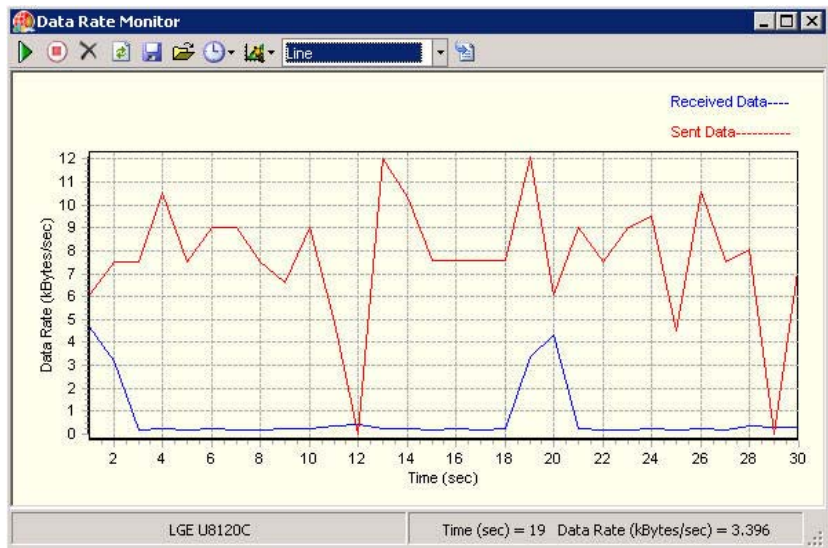

図5： FTPダウンロードとFTPアップロードと同時に実行した場合のデータ・レートのモニタ
- データ・スループット・レートをグラフィック表示するデータ・レート・モニタ (図5を参照)。